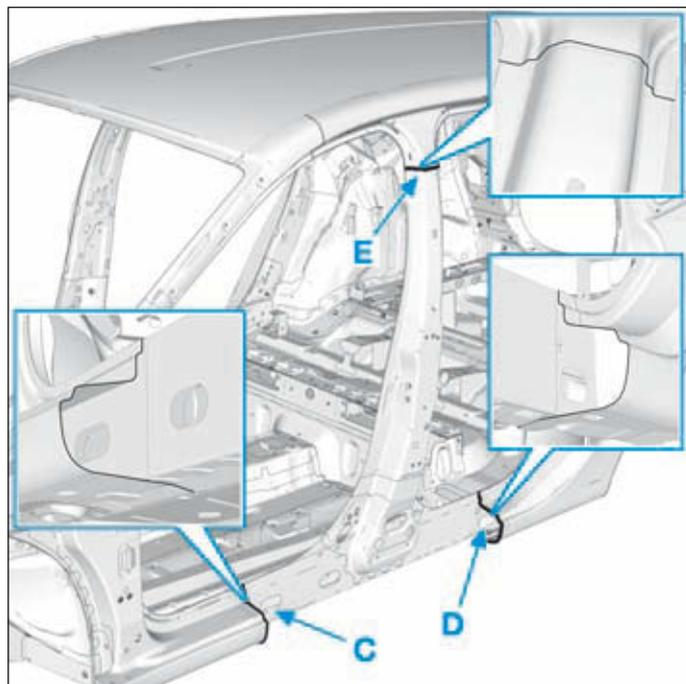

FIG.73
- Tenir compte du détail de coupe (Fig.73).